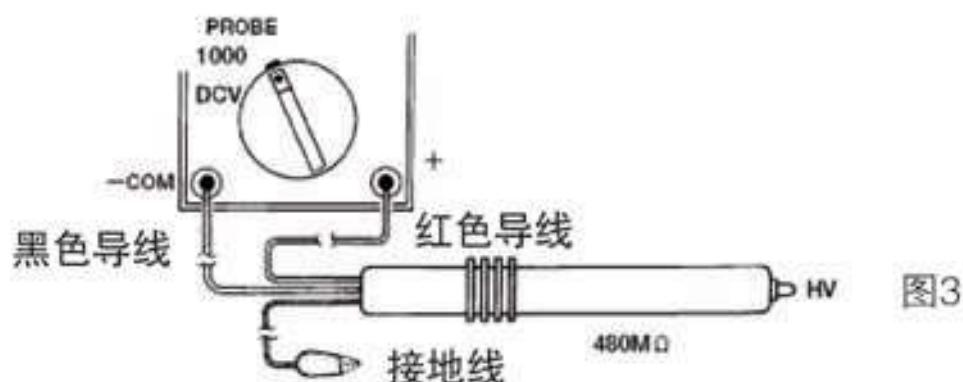

图3
- 6、测量电视用的高电压时，如图3所示，需连接另售的HV-10型探头，进行测量。